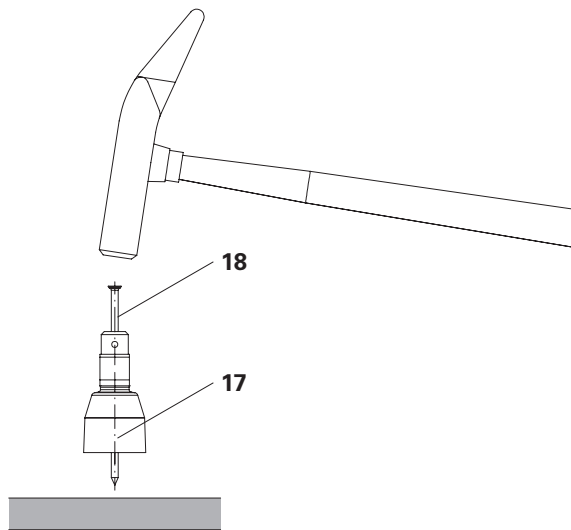

Fig. A5.02
3. Posizionare il cono filettato M24 40 mm (**17**) sul manto e battere fino in fondo il chiodo 4,6x130 mm (**18**). (Fig. A5.02)